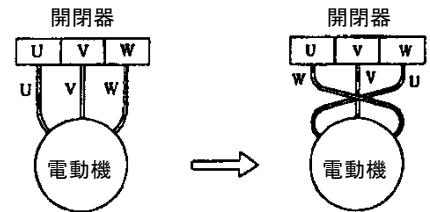

図 8
- 2) 次に回転方向を確認してください。ポンプを運転し、吐出し量が少なく異常音を発する場合は逆回転ですから、三相のうち二相を入れ替えてください。(図8参照)